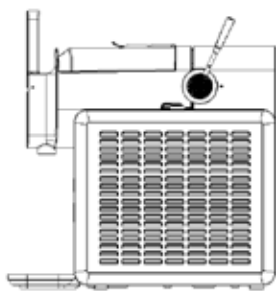

Abb. 3
- Abbildung 3: zeigt den entriegelten Zustand.